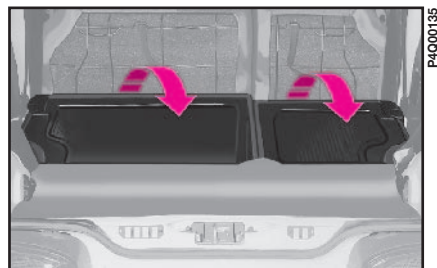

fig. 71
- soulever le dossier **fig. 71** et le pousser jusqu'à perception du dé clic du mécanisme d'enclenchement, en prenant soin de placer les ceintures de sécurité devant le dossier;